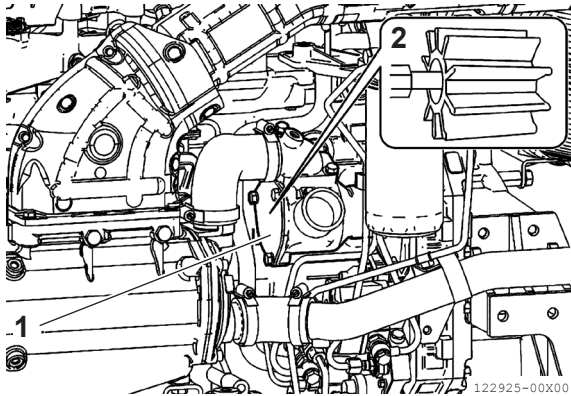

Bild 19
- När du har kommit åt pumphjulet ska du ta bort det bakre skyddet (**bild 19, (1)**).
- För in en skruv (**bild 19, (2)**) M16 × 1,5 i pumphjulsaxeln.
- Ta bort rotorn genom att sakta lossa skruven (**bild 19, (2)**).